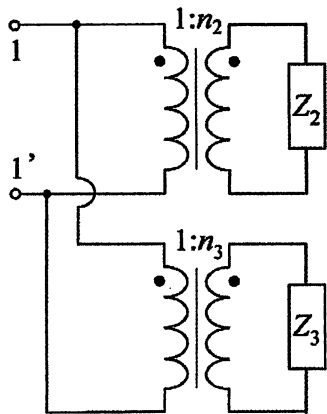

図 3
- (3) 図 3 の 1-1' 間のインピーダンスを求めよ。